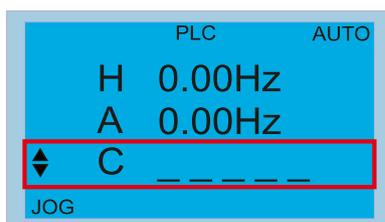

图 16-2
8. 将参数 00-04 设定为 28 时，显示的值为 PLC 缓存器 D1043 之值，如下图 16-2 所示：